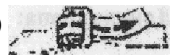

Рис. 3
2. На одетой привязи (системе) отрегулируйте длину лент таким образом, чтобы ремни и лячки плотно прилегали к телу, сначала пояс, потом набедренные и наплечные лячки. Проверьте правильно ли застегнуты пряжки (см. рис.3 сначала прямой, затем обратный ход, ленту направить под тренчик, чтобы остаток свободного конца не превышал 5 см).